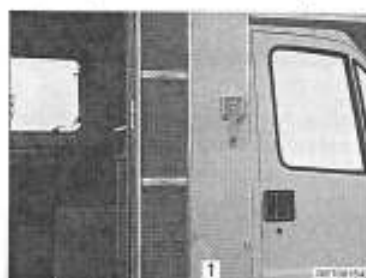
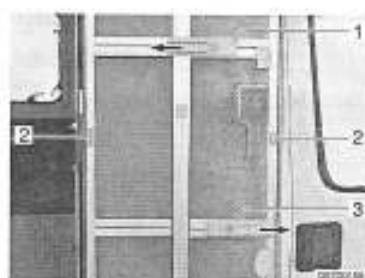

Fig. 36 Porte à moustiquaire, repliée
Fig. 37 Porte à moustiquaire, dépliée
■ Selon le modèle, tourner le verrou (Fig. 36,1 ou Fig. 37,3) d'un quart de tour ou le repousser.
■ Pousser le rail (Fig. 37,1) dans le sens de la flèche pour le stabiliser.
■ Fermer la porte à moustiquaire et complètement pousser le verrou (Fig. 37,3) dans le sens de la flèche.
Replier : ■ Déverrouiller la porte à moustiquaire. Pour ce faire, pousser le verrou (Fig. 37,3) contre le sens de la flèche.
■ Pousser le rail (Fig. 37,1) contre le sens de la flèche.
■ Rabattre la porte à moustiquaire. Le verrou (Fig. 37,2) s'enclenche.
■ Appuyer la porte à moustiquaire contre la porte cellule et, selon le modèle, tourner le verrou (Fig. 36,1 ou Fig. 37,3) d'un quart de tour ou le pousser dans le logement du cadre.